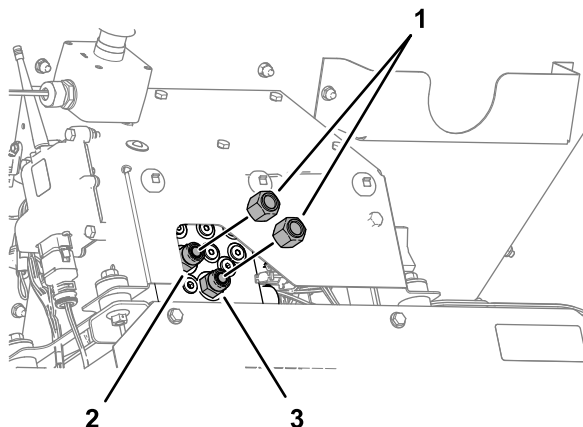

Figura 20
1. Rimuovete i tappi dai raccordi a croce della porta T e della porta P del collettore idraulico (Figura 20).